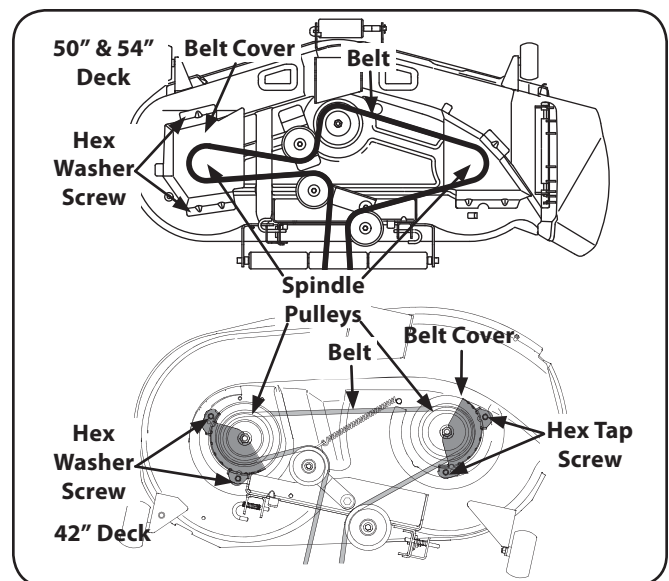

Figure 7-6
- Manoeuvrez le plateau de coupe pour que les fentes des deux supports d'accrochage arrière s'alignent avec les bras de relevage du plateau de coupe. Voir la Figure 7-6.
- Sortez les goupilles de soutien et manoeuvrez le plateau de coupe pour aligner les trous des bras de relevage avec les goupilles. Voir la Figure 7-6.
2. Enlevez les vis hex. taraudeuses qui maintiennent les carters des courroies en place et dégagez la courroie des poulies à fusée. Voir la Figure 7-6.
3. Installez la courroie neuve sur les poulies à fusée, comme les illustrations correspondantes l'expliquent à la Figure 7-6. Remettez les carters des courroies en place.